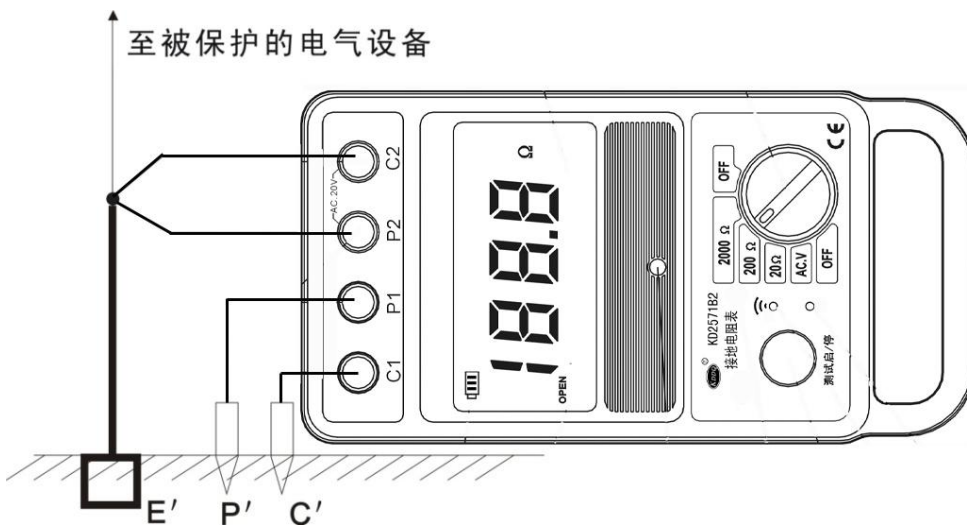

图 2
- 四线法测量时(见图 2)，用两根测试线将  $E'$  连到仪表的  $C_2$ 、 $P_2$  两个测试孔， $P'$  连到  $P_1$  测试孔， $C'$  连到仪表  $C_1$  测试孔。